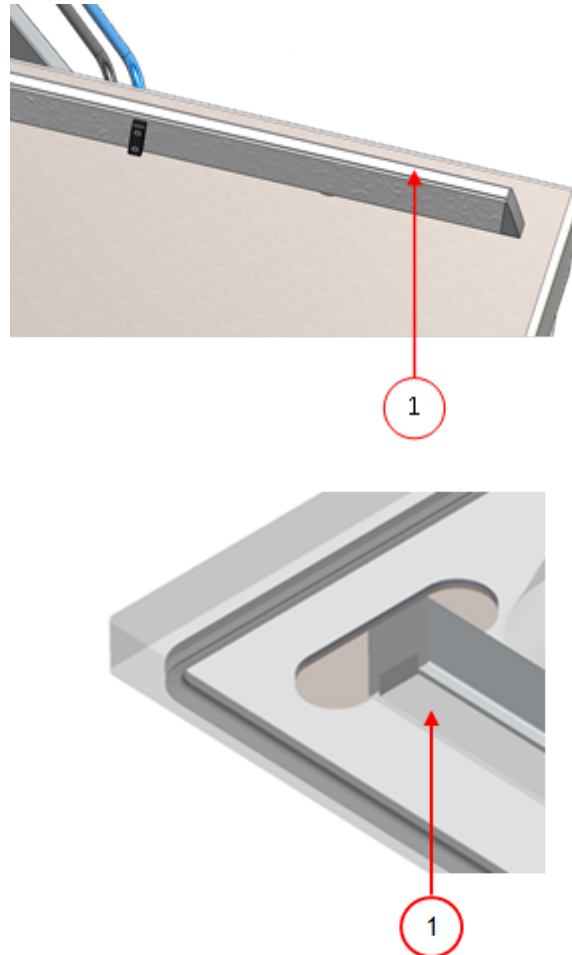

Figura 28: Sustitución de la goma de silicona de los soportes de silicona
1. Tire de la goma de silicona antigua para sacarla del soporte, consulte la *Figura 28: Sustitución de la goma de silicona de los soportes de silicona* en la página 72.